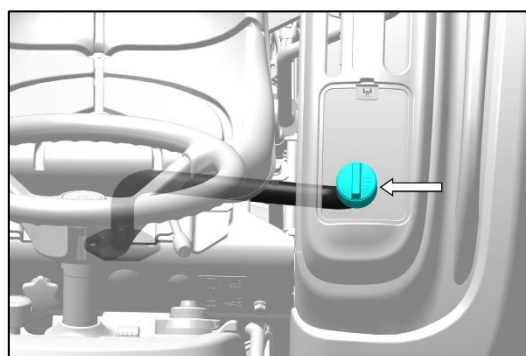

Fig. 183 - ORIFICE DE REMPLISSAGE
6. Remplissez avec de l'huile hydraulique neuve correspondant à la spécification recommandée à travers l'orifice de remplissage montré à la fig. 183. Laissez le temps à l'huile de se stabiliser. Vérifiez le niveau d'huile avec la jauge.